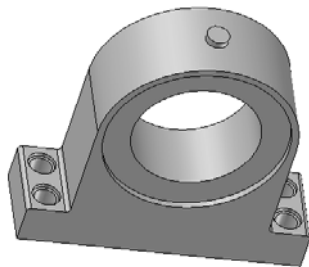

图 7-42 拉伸后的零件
④单击【确定】按钮完成拉伸，隐藏工作平面，此时的零件如图 7-42 所示。